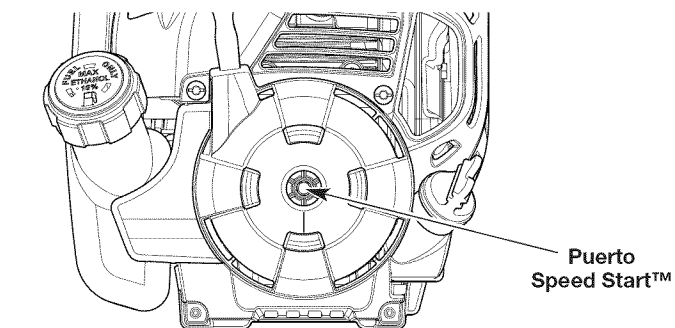

Fig. 11
5. Inserte el accesorio Speed Start™ en el puerto Speed Start™ (Fig. 11). Consulte la sección *Funcionamiento* del manual del operador del accesorio Speed Start™.